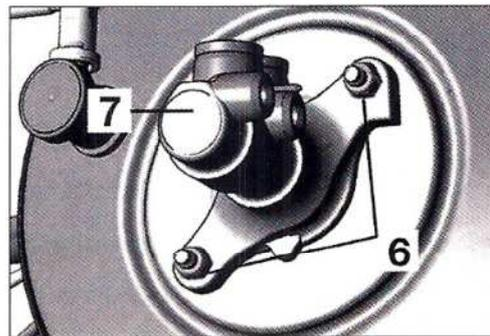

FIG.13
- Desmontar las tuercas (6) y el cilindro principal (7) (Fig.13).